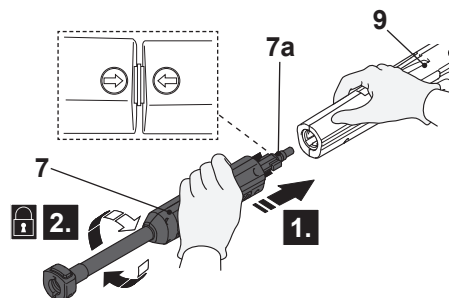

Fig. 4
1. Alinhe e insira as línguas (7a) da lança de extensão (7) em as ranhuras da pistola de pulverização (9) porta de conexão. (Fig. 4, etapa 1).
2. Ajuste firmemente a lança de extensão (7) girando-o no sentido dos ponteiros do relógio para travá-lo local (etapa 2). Certifique-se de que a seta esteja ligada a pistola de pulverização se alinha com a seta na lança de extensão.